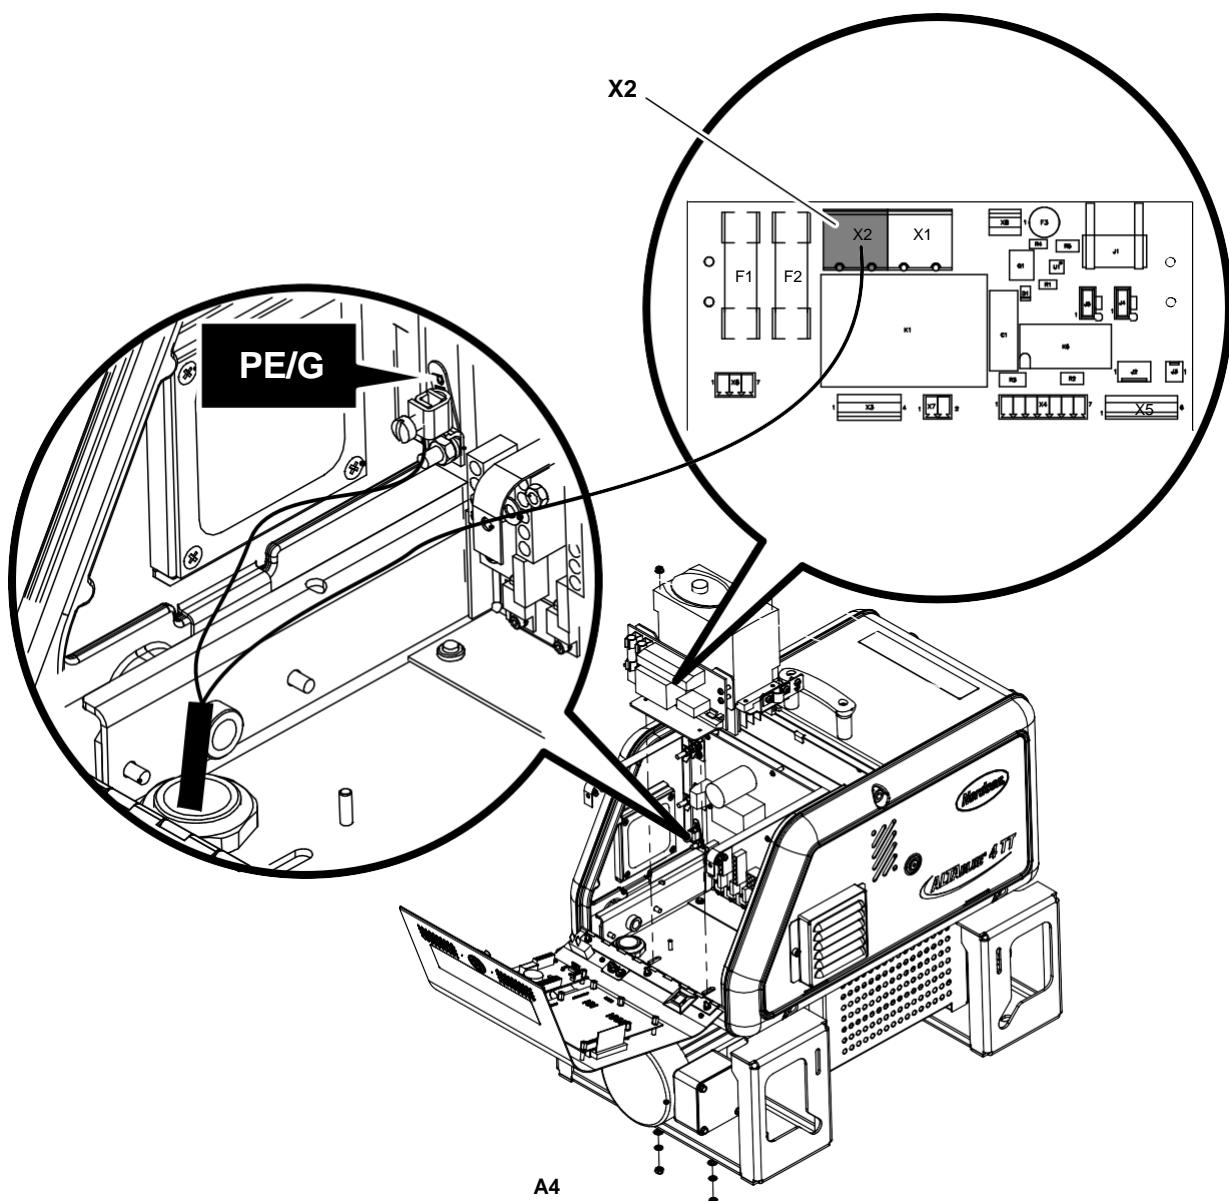
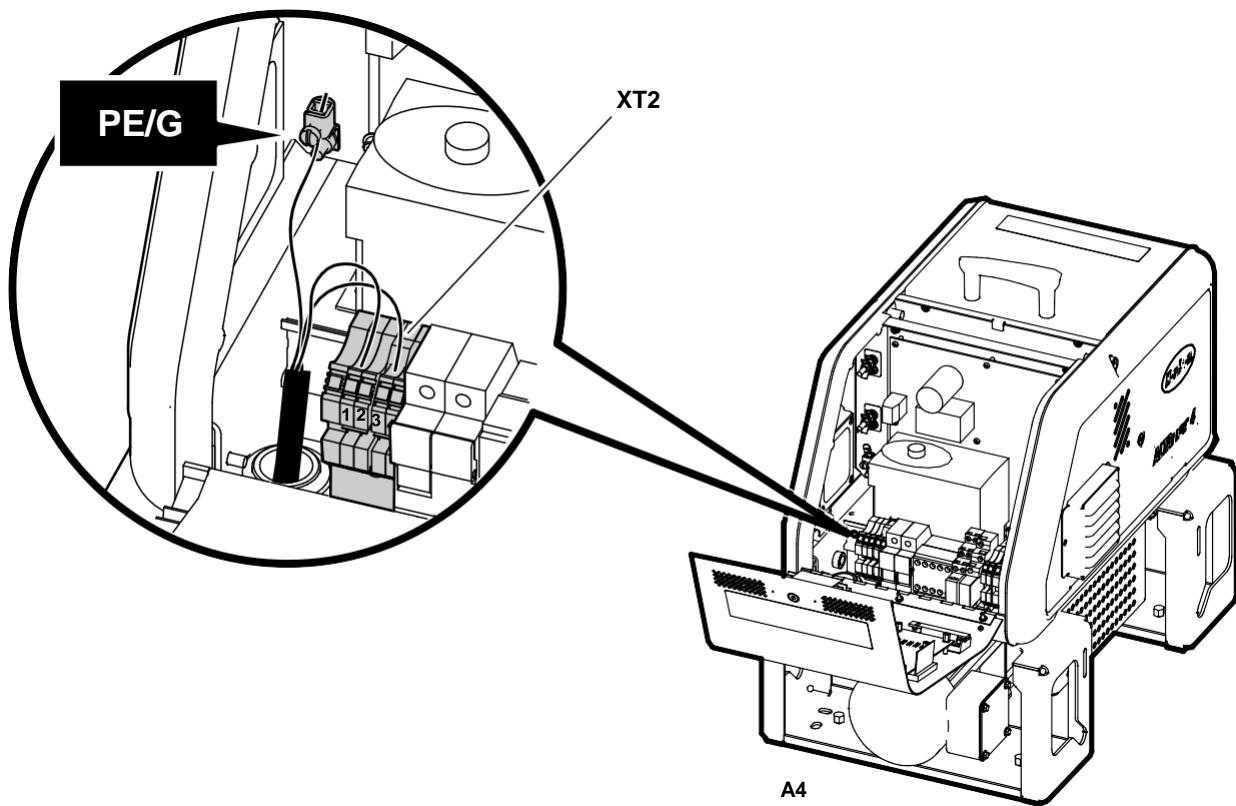

Figura 3-5 Conectando o cabo de alimentação e o fio terra nos coleiros A4 com uma placa de relés
Figura 3-6 Conectando o cabo de alimentação e o fio terra nos coleiros A4 com um conjunto bloco terminal para controle do motor
- 4 **Coleiros A4:** Conectar cada cabo de alimentação ao bloco terminal mostrado na Figura 3-5 para coleiros com uma placa de relés ou Figura 3-6 para coleiros com um conjunto bloco terminal para controle do motor.